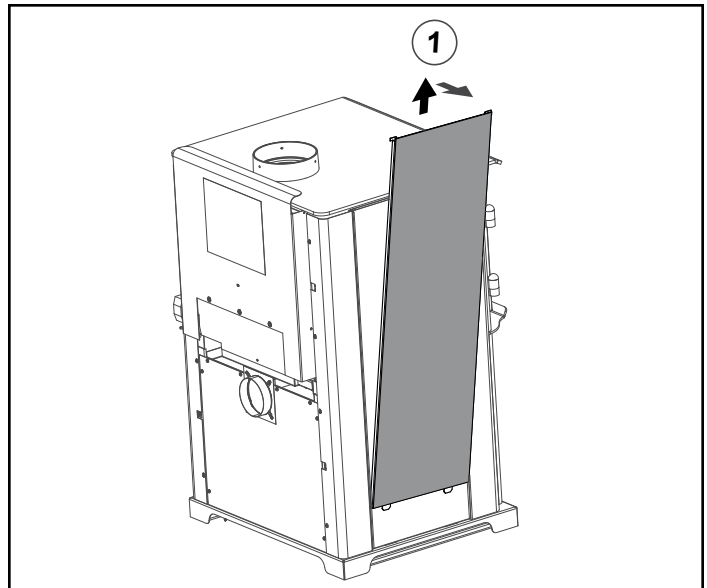

Figure 17.4
- Retirez le panneau complet du côté en le soulevant et en le retirant de l'appareil (utilisez un outil plat afin de forcer le bas au besoin) (**Figure 17.4**).
- Retirez le cadre des tuiles du côté de l'appareil en le soulevant et le retirant de l'appareil (**La figure 17.4 présente le retrait du panneau latéral complet**).